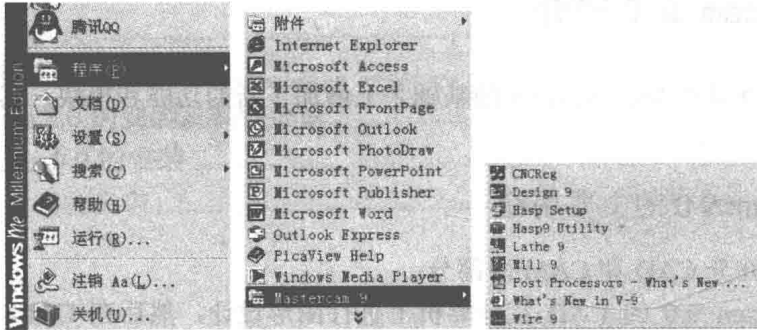

图 1-1 从“开始”按钮启动 Mastercam 9.0 示例
(1) 单击“开始”按钮，然后指向“程序”，再指向 Mastercam 9.0 文件夹，单击 Design 9 或 Mill 9、Lathe 9、Wire 9，如图 1-1 所示，即可启动 Mastercam 9.0 的对应模块。